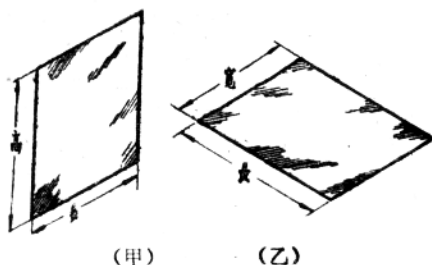

图13
1. 豎立的面，用它的长度和高度来表示，如图13（甲）。
2. 水平的面，用它的长度和宽度来表示，如图13（乙）。